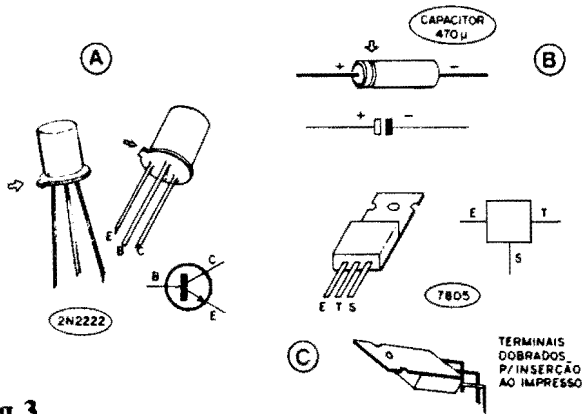

Fig. 3
- FIG. 3 - "MASTIGANDO" ALGUNS COMPONENTES IMPORTANTES... - Normalmente, os componentes das montagens de A.P.E. já estão devidamente identificados, visualmente, ou no TABELAO A.P.E., ou no próprio "chapeado" da montagem... Mas quando algumas peças não muito "usuais" são empregadas nos circuitos, costumamos mostrá-las em detalhes, de aparência, pinagem, símbolo e outros quesitos... Nesse sentido, a figura mostra, no item 3-A, o transistor 2N2222 (usado, no TEDIG, como sensor de Temperatura...), enfatizando que existe, no componente, uma "orelhinha" na base do seu corpo metálico (indicada pelas setas...) a partir da qual podemos, facilmente, identificar a sequência dos nomes e funções dos seus terminais... Outro ponto a ser considerado: o capacitor eletrolítico empregado na montagem, deve ter seus terminais em disposição